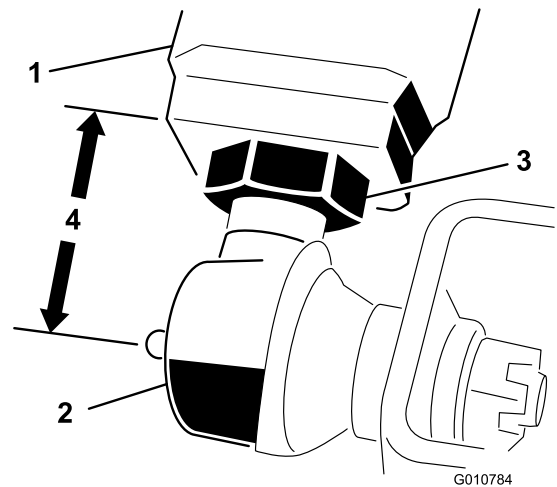

図 5
- 各昇降アームの端部から、ボールジョイントの中心グリスニップルまでの距離を測定する。この距離が 57mm 程度であれば適正である図5。